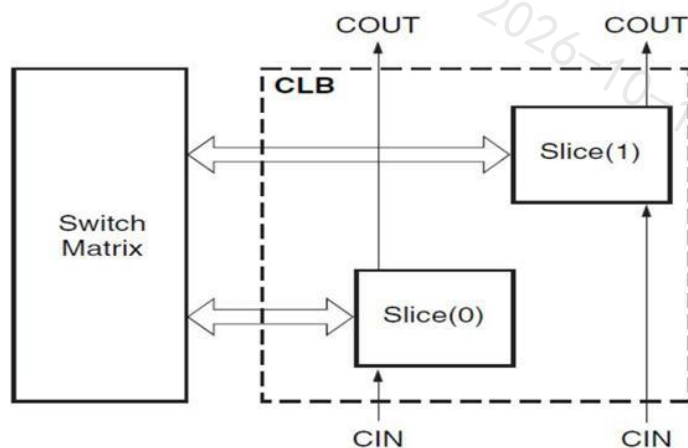
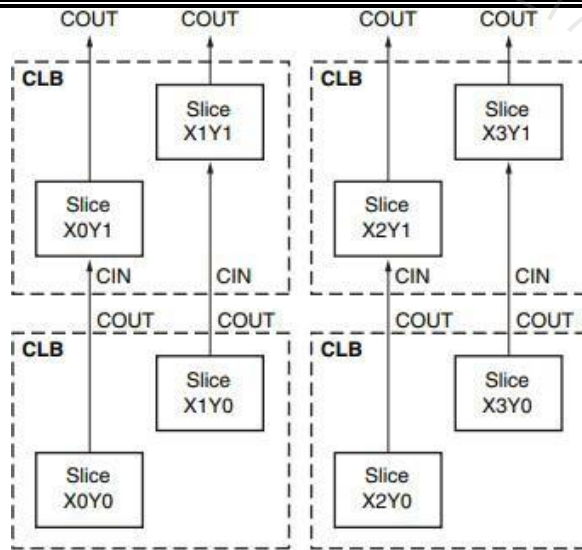

图 8 CLB 结构框图
图 9 CLB 内的 Slice 排列示意图
CYF7VX690T 中的 CLB 是实现时序电路和组合电路的主要逻辑资源。每个 CLB 元件连接到一个可访问通用布线矩阵的开关矩阵（General Routing Matrix, GRM）。如图 8 所示，CLB 元件包含一对 Slice。这两个 Slice 相互间没有直接连接，各 Slice 组织成一个列。列中的每个 Slice 具有独立的进位链。对于每个 CLB，CLB 底部的 Slice 标为 Slice (0)，CLB 顶部的 Slice 标为 Slice (1)。其中 CLB 内的 Slice 排列示意图如图 9 所示。